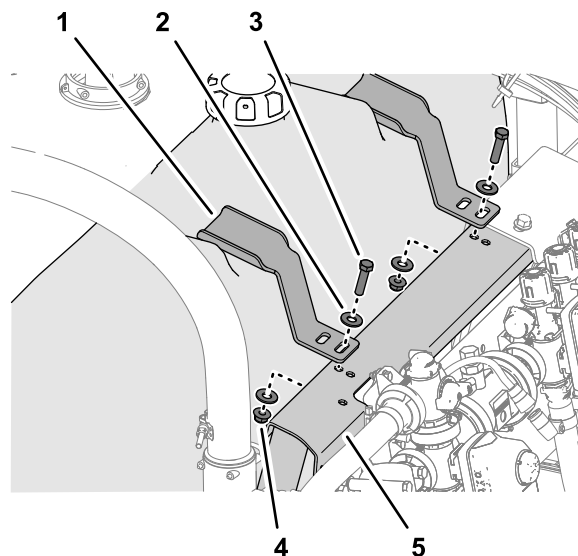

Figura 16
1. Alinhe o suporte de fixação com os relevos moldados na parte superior do depósito de lavagem (Figura 16)
2. Alinhe a ranhura no suporte de fixação com o orifício na montagem da válvula (Figura 16).
3. Monte sem apertar a fixação na montagem da válvula (Figura 16) com um parafuso ($\frac{3}{8}$ pol. x $1\frac{1}{2}$ pol.), duas anilhas ($\frac{3}{8}$ pol.), e uma porca de bloqueio flangeada ($\frac{3}{8}$ pol.) que removeu em Remoção do depósito de lavagem \(página 6\).
4. Repita os passos 1 a 3 para a outra fixação na outra reentrância no depósito de lavagem (Figura 16).